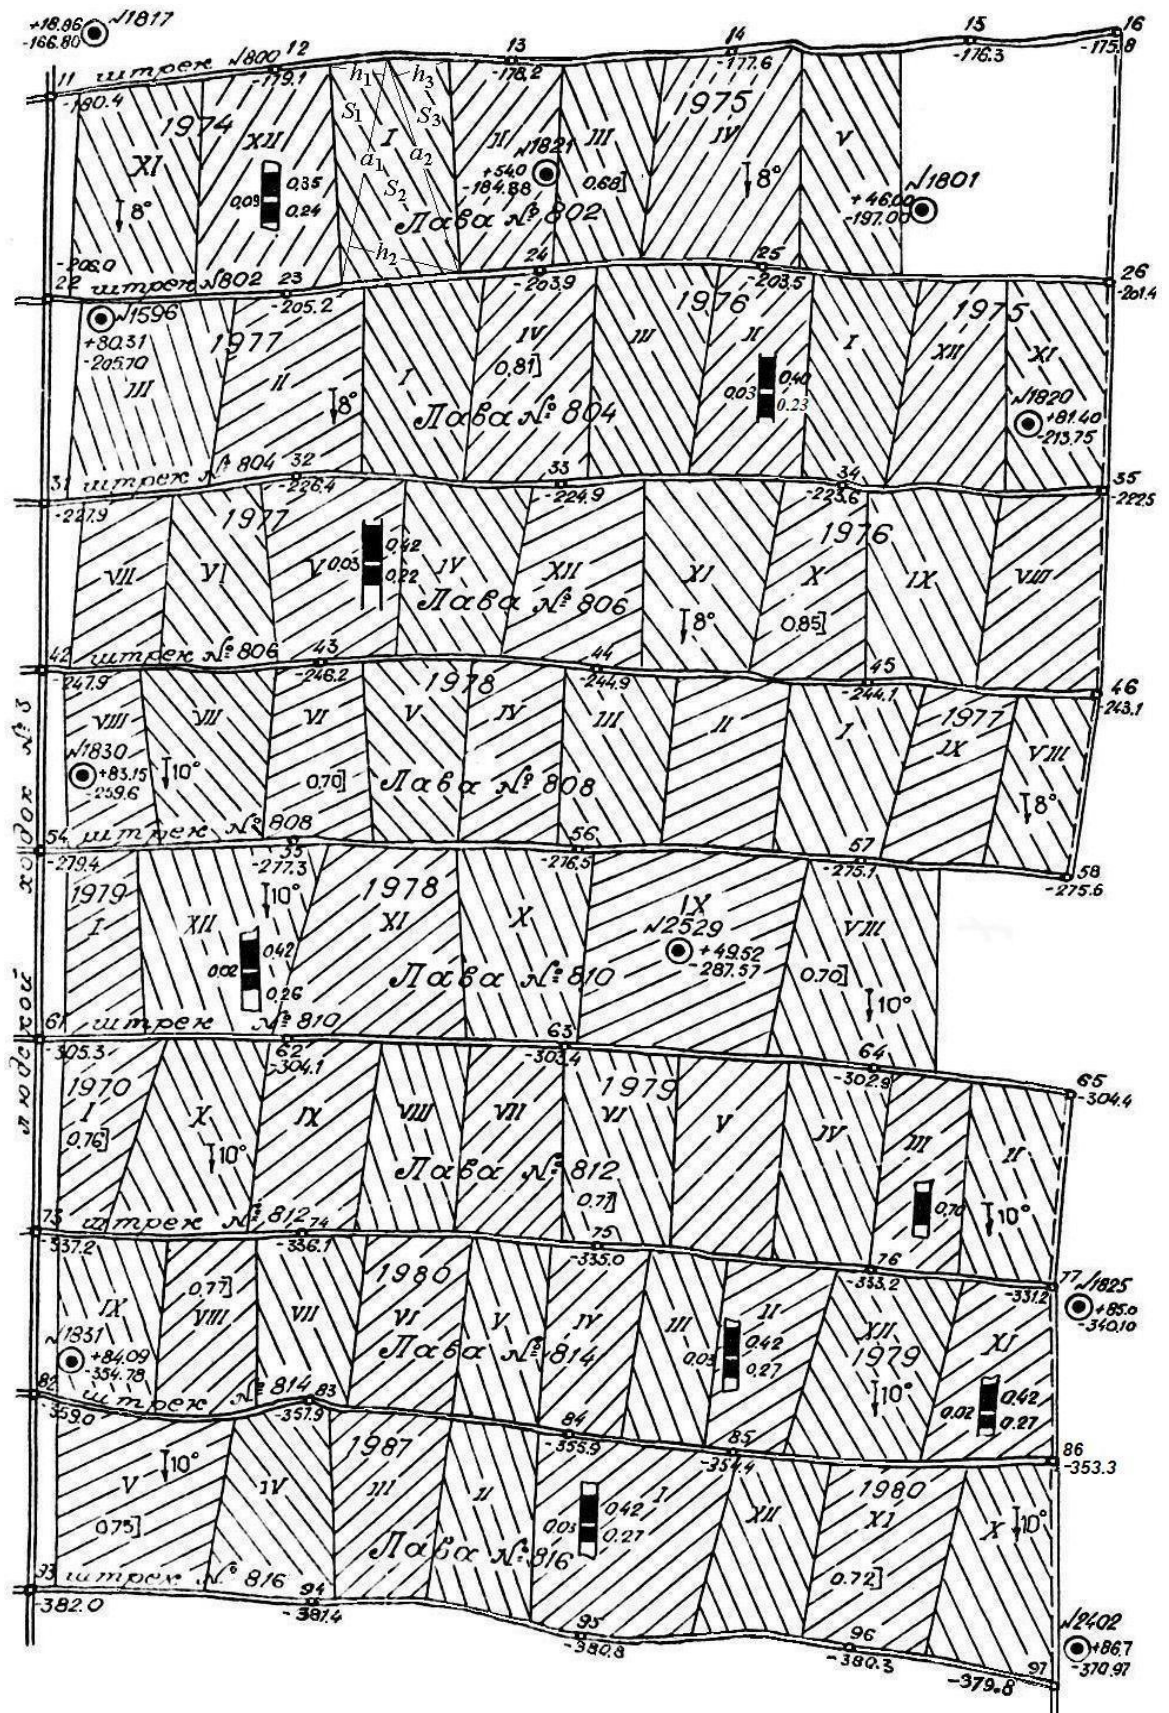

Рис. 1.1. Выкопировка из плана горных работ в масштабе 1:5000
- Варианты индивидуальных заданий приводятся в табл. 1.1. Выкопировка из плана горных работ показана на рис. 1.1
Например, найти глубину скважины № 2529 (см. рис. 1.1):
Например, требуется определить добычу по лаве № 802 за январь 1975 г. (см. рис.1.1)
Тогда при $\alpha_{ср} = 6^\circ$ и $m = 0,68 \text{ м}$ (см. рис. 1.1)